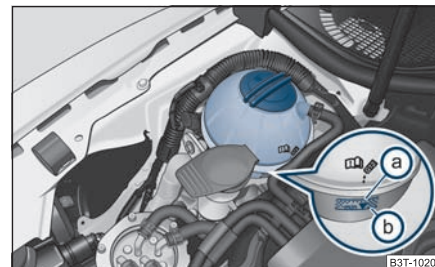

Abb. 204 Motorraum: Kühlmittel-Ausgleichbehälter
- Prüfen Sie den Kühlmittelstand am Kühlmittel-Ausgleichbehälter ⇒ Abb. 204. Der Kühlmittelstand muss bei kaltem Motor zwischen den Markierungen **(b)** (MIN) und **(a)** (MAX) liegen. Bei warmem Motor kann er auch etwas über der Markierung **(a)** (MAX) liegen.
- Legen Sie einen Lappen auf den Verschlussdeckel des Kühlmittel-Ausgleichbehälters ⇒ Abb. 204 und schrauben Sie den Deckel **vorsichtig** linksherum ab ⇒ ⚠.